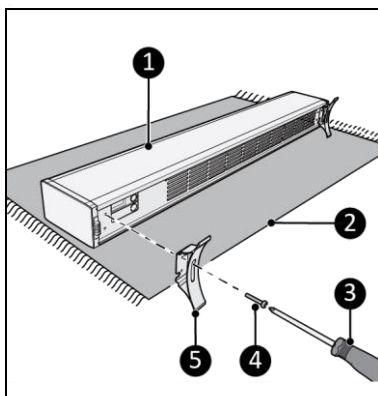

Figura 6
1. Așezați dispozitivul pe o suprafață fixă, netedă (Figura 6, poz. 2).
2. Așezați picioarele de susținere (Figura 6, poz. 8) pe ambele părți ale corpului principal (Figura 6, poz. 1).
3. Înșurubați și strângeți soclurile cu un șurub mic (Figura 6, poz. 4) și cu ajutorul unei șurubelnițe cu cap în cruce (Figura 6, poz. 3).